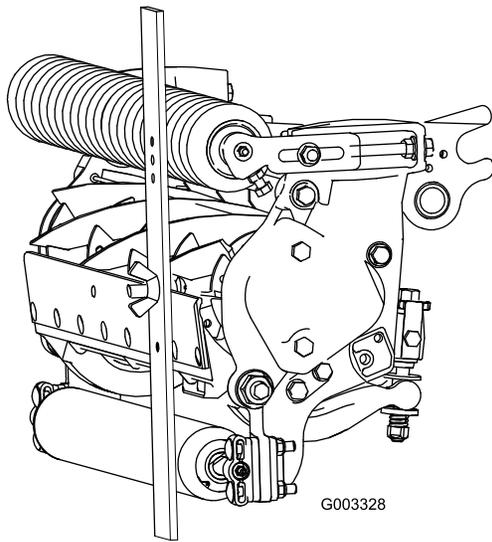

Bild 20
3. Haken Sie den Schraubenkopf an die Schnittkante des Untermessers ein, und stützen Sie das hintere Ende der Leiste auf der Heckrolle ab (Bild 20).
4. Drehen Sie die Einstellschraube, bis die Frontrolle die Messlehre berührt (Bild 20). Stellen Sie beide Enden der Rolle ein, bis die ganze Rolle parallel zum Untermesser ist.